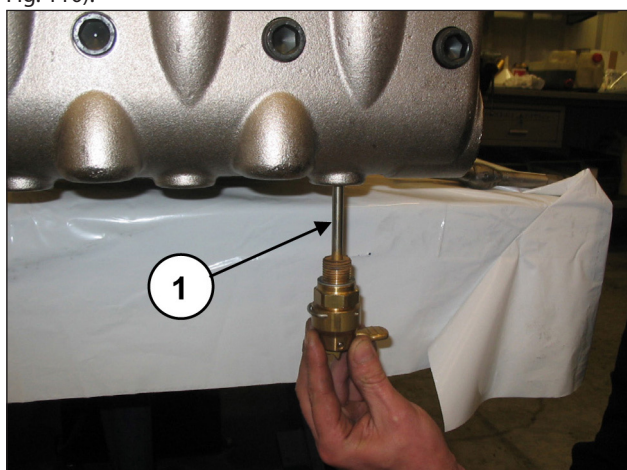
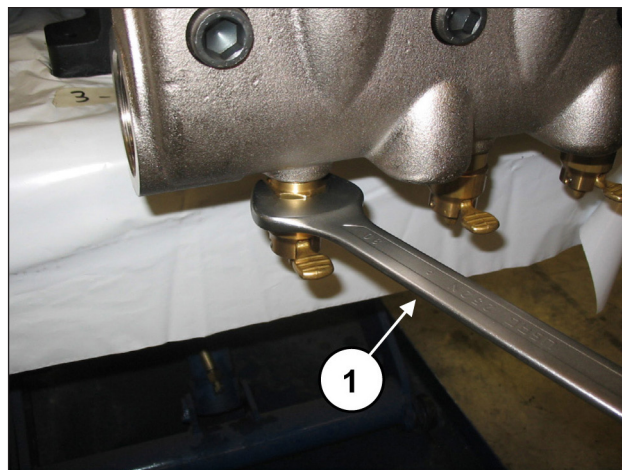

Fig. 109
Fig. 110
Calibre os parafusos M16x55 da cobertura com chave dinamométrica, conforme indicado no capítulo 3. Aplique os dispositivos de abertura da válvula (pos. ①, Fig. 109) e solte-os mediante a chave de 30 mm (pos. ①, Fig. 110).